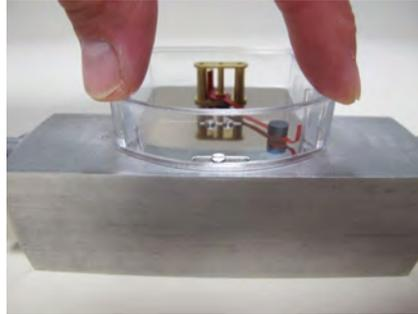

Abb. 61: Gehäuse der Anzeige-Bodenplatte aufsetzen
- 13.** ► Kunststoffgehäuse auf die Anzeige-Bodenplatte aufsetzen und andrücken bis dieses einrastet (Abb. 61)